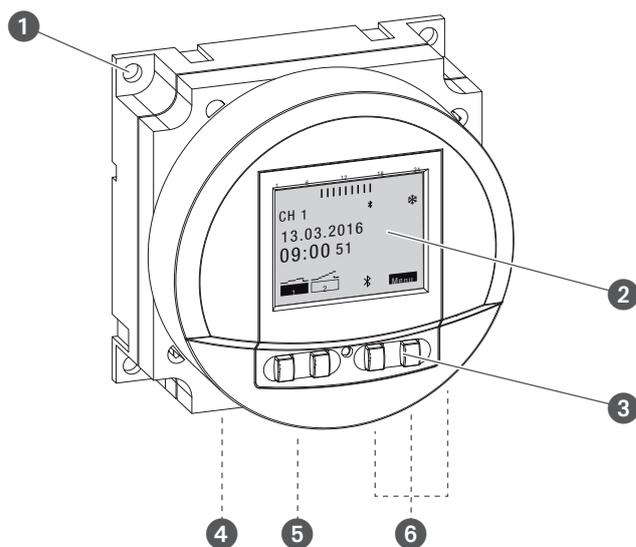
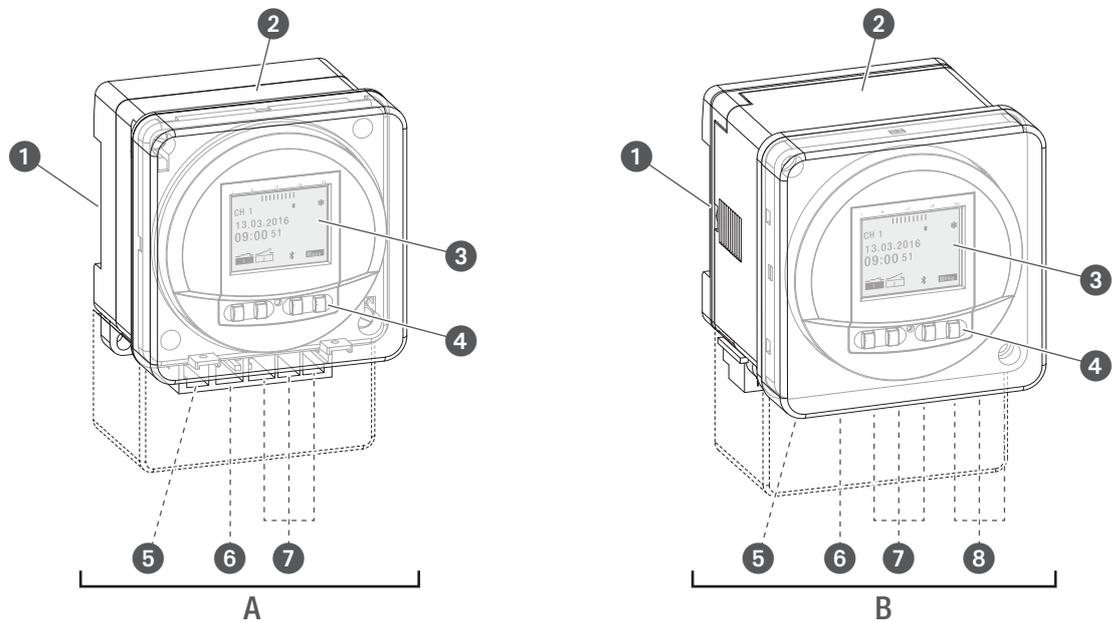

Abb. 1: Zeitschaltuhr FMD smart
Abb. 2: Zeitschaltuhr tactic smart
Die Zeitschaltuhr ist je nach Typ für eine Einbaumontage, Aufbaumontage oder mit einem Klicksystem auf eine DIN-Schiene geeignet (☞ Kapitel „Installation“ auf Seite 14); Die Zeitschaltuhr steuert das jeweils damit verbundene Gerät an. Die Zeitschaltuhr verfügt je nach Typ über 1 bzw. 2 Kanäle und kann über ein Display (Abb. 1/②, Abb. 2/③) mit 4 Bedientasten (Abb. 1/④, Abb. 2/④) bedient werden. Die Zeitschaltuhr kann manuell oder über ein mobiles Gerät programmiert werden. Die Frequenz des Funksignals liegt bei 2,4 GHz und die maximale Sendeleistung beträgt 1,8 mW. Die Programmierung der Zeitschaltuhr kann erst nach dem Anschluss an eine externe Spannungsversorgung erfolgen.